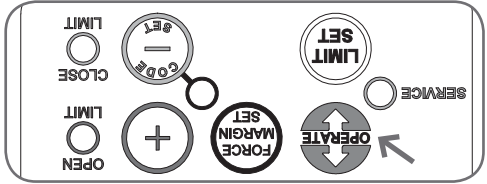

Fig. 6.5.1
- Appuyez sur le bouton OPÉRATE pour ouvrir la porte (Fig. 6.5.1).
- Appuyez sur le bouton OPÉRATE pour fermer la porte (Fig. 6.5.1).